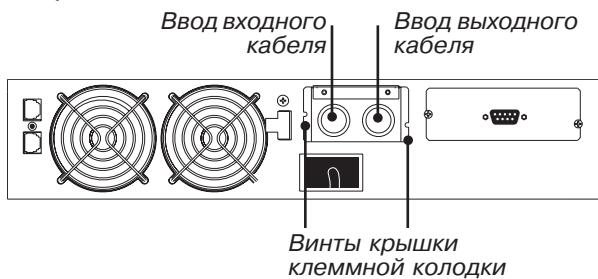

Рисунок 18. Подводка кабелей и клеммная колодка
3. Снимите крышку клеммной колодки (см рис. 18). Сохраните крышку клеммной колодки.